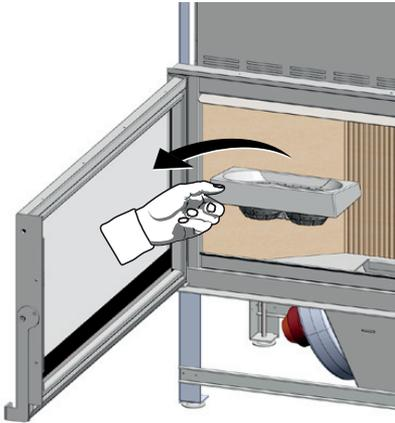

Fig. 45
- 1) FIG. 45 - Braciere: estrarre completamente il braciere in modo da svuotarlo comodamente in un contenitore metallico e attendere almeno 48 ore prima di gettarle, onde evitare incendi.